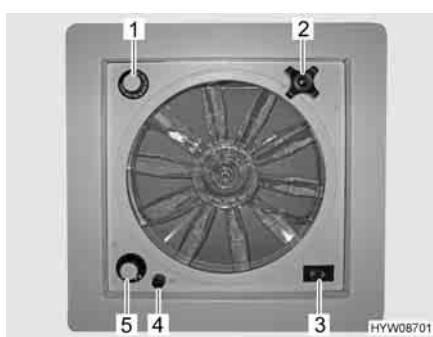

Fig. 52 Oblò con ventilatore
► Un fusibile da 4 A (Fig. 52,4) protegge da sovraccarico il motore del ventilatore. Se si verifica un sovraccarico: Individuare per prima cosa la causa (ad es. il ventilatore è sporco), poi sostituire il fusibile.
- Ruotare la maniglia girevole (Fig. 52,2), finché non si raggiunge l'angolo di apertura desiderato.
- Aerazione/sfiato:* ■ Portare l'interruttore a levetta (Fig. 52,3) su "Aerazione" (flusso d'aria dall'esterno verso l'interno) o "Sfiato" (flusso d'aria dall'interno verso l'esterno).
- Spegnimento del ventilatore:* ■ Portare l'interruttore a levetta (Fig. 52,3) sulla posizione centrale.
- Impostazione della velocità del ventilatore:* ■ Posizionare l'interruttore girevole (Fig. 52,5) sul grado desiderato:
- Impostazione della temperatura:* ■ Ruotare il termostato (Fig. 52,1) fino alla battuta in direzione "blu".